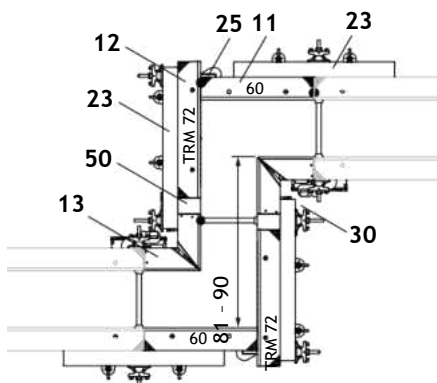

Fig. A10.03
- Елемент TR 60 (11)
- Многофункционален елемент TRM 72 (12)
- TRIO вътр. ъгъл TE (13)
- Изравняващ ригел TAR 85 (23)
- Структурен елемент (25)
- Компенсация доставена от изпълнителя (50)
- Допълнителни свързки (30)
- (Fig. A10.03)